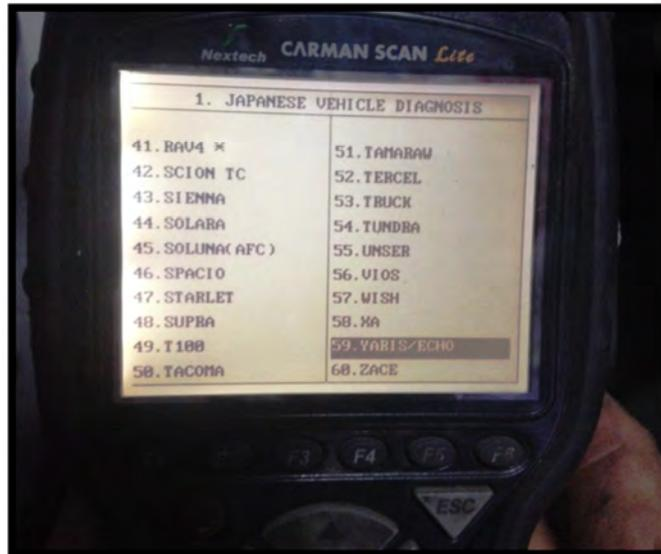

Figura 2.6 Selección de la marca del vehículo
- Seleccionar la marca del vehículo que se encuentre realizando el análisis (figura 2.6).